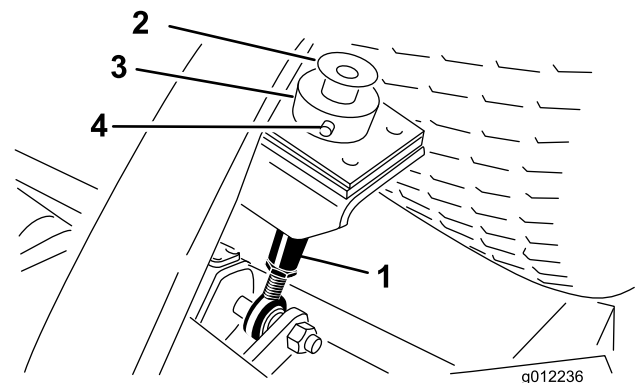

図 20
- 各刈高ロッドの上部についているボルトとワッシャを外す (図 20)。
- カッティングユニット後部で、刈高ロッドに刈高カラーを固定しているヘアピンとクレビス・ピンを外す (図 20)。刈高カラーを外す。